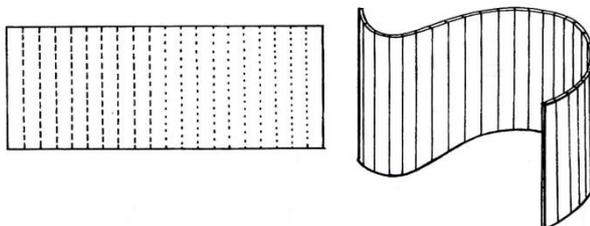

Рисунок 2.
- Для того чтобы *сделать цилиндр, конус или другое тело вращения*, нужно развертку данных тел разделить вертикальными линиями на равные полосы шириной 1-3 мм и макетным ножом надрезать лист со стороны сгиба на одну треть толщины листа, внимательно следя, чтобы не прорезать его до конца (*рис. 2*). Надрезы во всех видах разверток